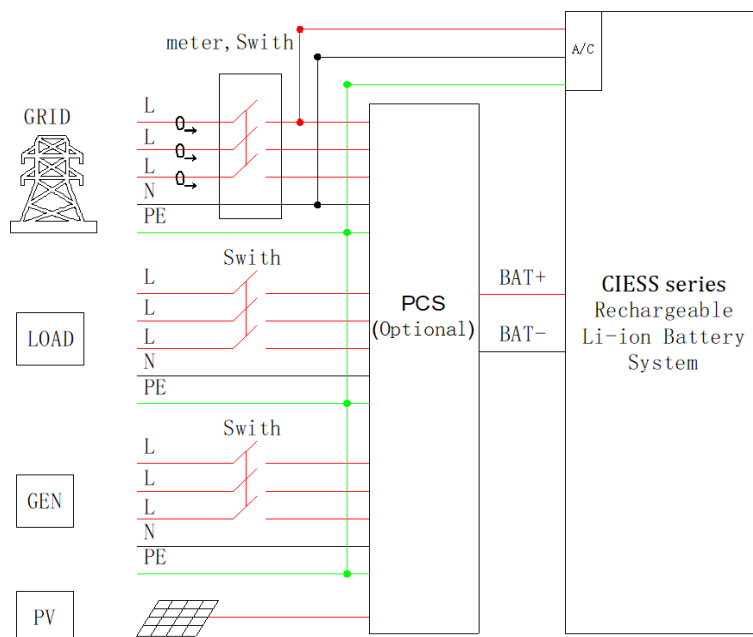

Abbildung 3.3.2 Schaltschema für den Außenschrank
(1) Der Schaltplan für den Außenschrank ist oben dargestellt (Abbildung 3.3.2). Beim Anschließen von elektrischen Kabeln muss zuerst das Erdungskabel gemäß den örtlichen Vorschriften angeschlossen werden, und beim Entfernen des Systems sollte das Erdungskabel zuletzt getrennt werden.
(2) Außenschränke sind sowohl in oberirdischer als auch in unterirdischer Verlegung erhältlich.